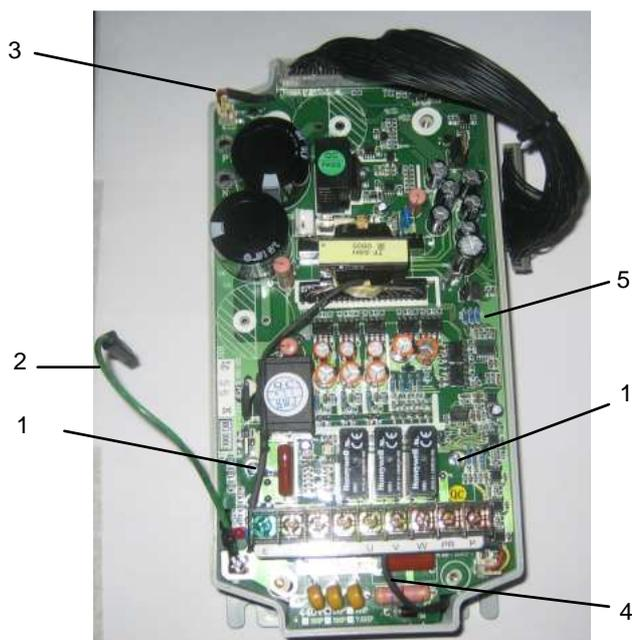

Рис. 6.8
6.4.3. Разрезать стяжку 1 (рис. 6.10), отсоединить от платы драйверов разъемы кабелей вентиляторов (рис. 6.8, 6.10).
6.4.4. Выкрутить два винта 1 крепления матрицы IGBT (рис. 6.8), демонтировать силовую часть (плату драйверов вместе с матрицей IGBT).
Выкрутить два винта 1 крепления матрицы IGBT (рис. 6.8), демонтировать силовую часть (плату драйверов вместе с матрицей IGBT).